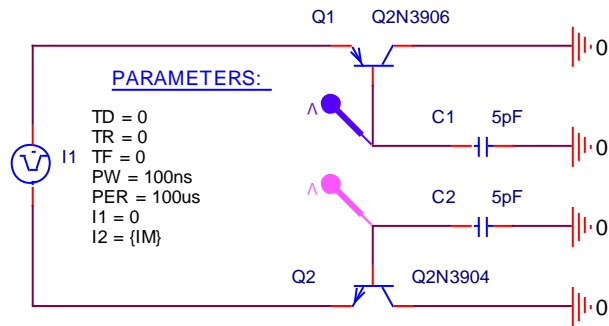

Рис.1.4 Схема моделирования диффузионной емкости
2.4. Составить схему рис.1.4 моделирования диффузионной емкости. Создать глобальный параметр для амплитуды импульса тока I2 генератора **IPULSE I1** ( $\text{I2}=\{\text{IM}\}$ ). При времени моделирования 200ns с шагом 0.1ns для трех значений глобального параметра **IM** (10mA 30mA 100mA) получить временные диаграммы напряжений на базах транзисторов. Перерисовать полученные временные диаграммы в тетрадь.